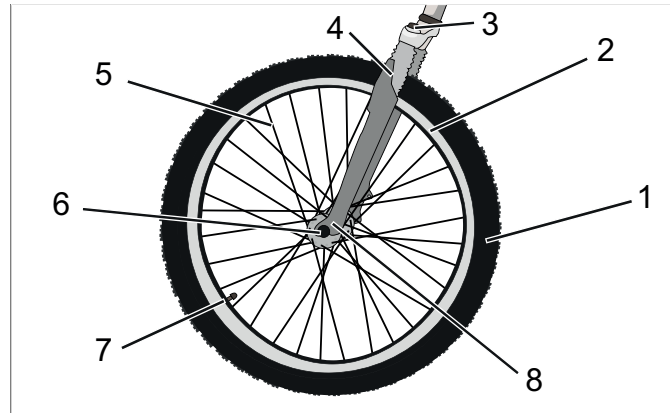

Abbildung 6: Komponenten des Laufrad, Beispiel Vorderrad
- 10 Gabel [▷ Abbildung 6, Seite 26]